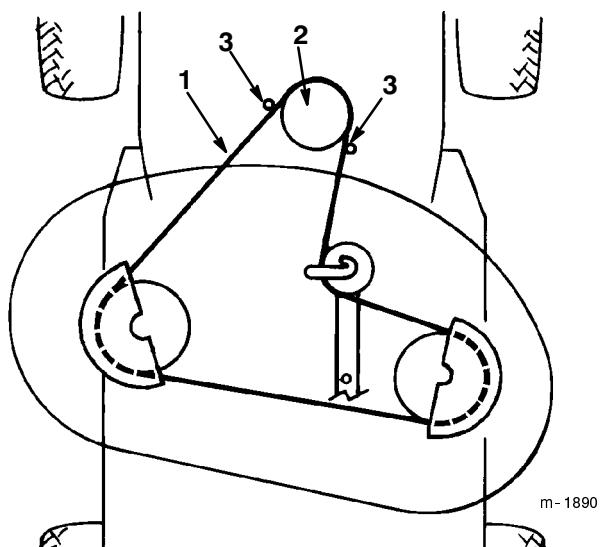

Figure 42
14. Déposez la courroie d' entraînement des lames de la poulie motrice inférieure (Fig. 42). En procédant prudemment, il est possible d'écartier les guide-courroie de la poulie juste assez pour enlever la courroie. Si cela s'avère trop difficile, desserrez les boulons et les écrous de fixation des guide-courroie.
4. Passez la courroie d' entraînement des lames sur la poulie motrice inférieure (Fig. 42). En procédant prudemment, il est possible d'écartier les guide-courroie de la poulie juste assez pour passer la courroie. Si cela s'avère trop difficile, desserrez les boulons et écrous de fixation des guide-courroie.